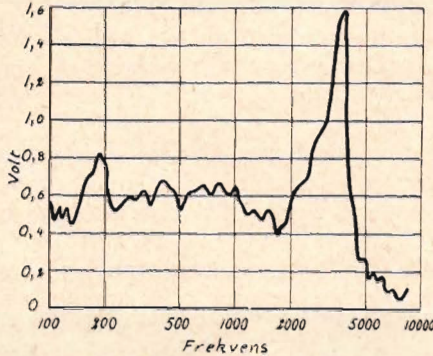

Fig. 3. B. T. H. (Ediswan).
B. T. H. (Ediswan), fig. 3, har en rätt ovanlig kurva, som icke visar någon stegring mellan 200 och 100 perioder. I själva verket är dock denna dosa anmärkningsvärt kraftig på djupa toner. Den höga toppen mellan 2 500 och 4 000 är så kraftig, att stiftbruset i själva verket är ganska generande. Eftel en justering härav skulle denna dosa bli en av de bästa.